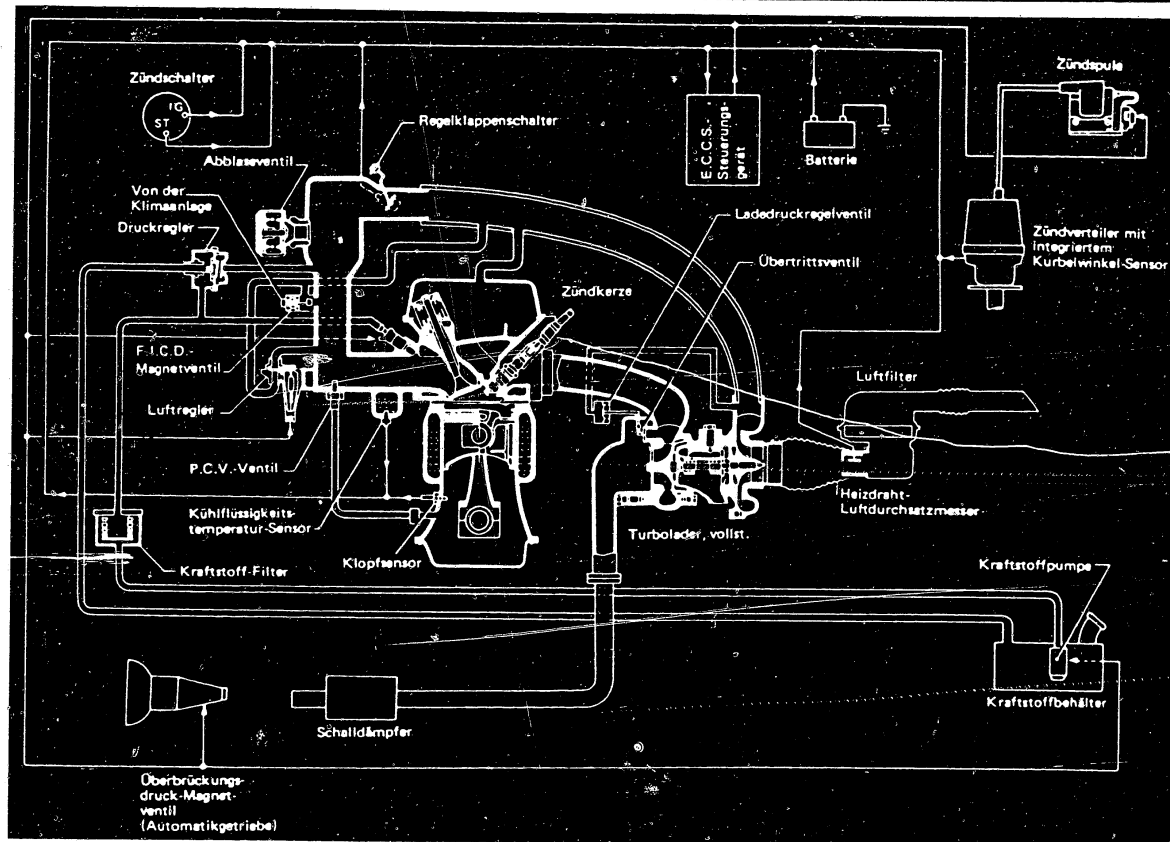

Bild 19 Schematische Darstellung der Einspritzanlage in Verbindung mit dem Abgasturbolader.
d) Der **Schnelleerlauf** wird kontrolliert, wenn die Einstellschraube auf der zweitobersten Stufe steht. Am ausgebauten Vergaser lassen sich die Einstellungen anhand des Drosselklappen-Öffnungswinkels überprüfen (Bild 19).